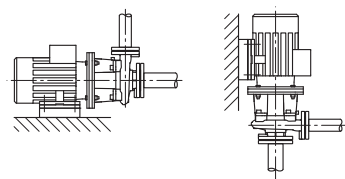
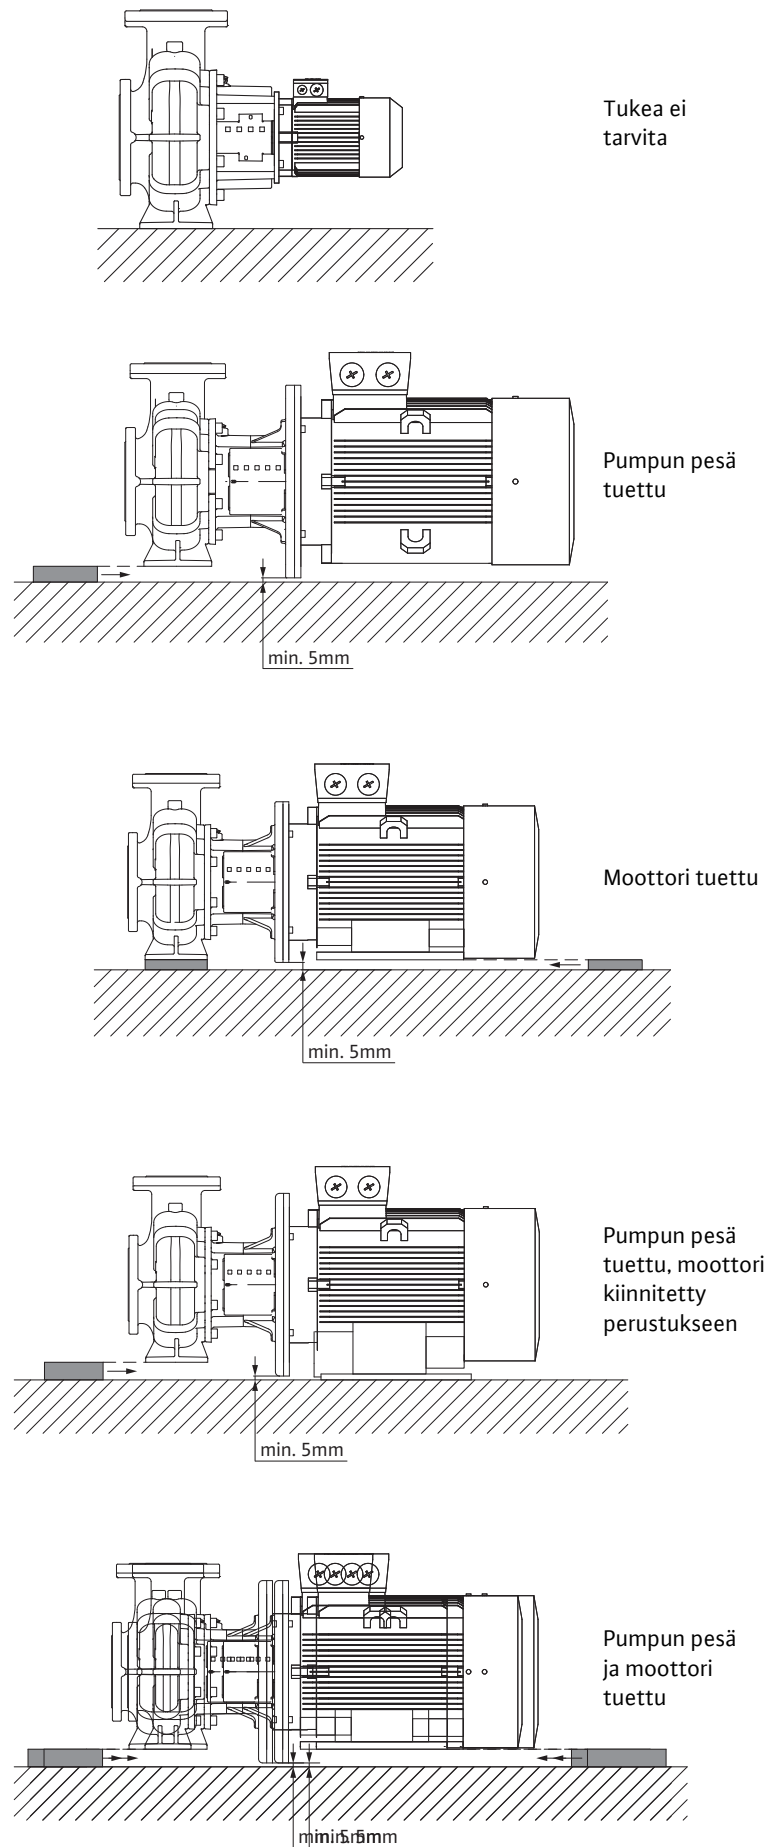

Fig. 41: Versio BL
Fig. 42: Asennusesimerkkejä BL
- BL-mallisarjan lohkopumput on tuettava riittävän tukevaan perustukseen tai kannattimien avulla (Fig. 41). BL-tyyppin pumpeissa moottoria on tuettava moottoritehosta 18,5 kW alkaen, katso asennusesimerki BL (Fig. 42).